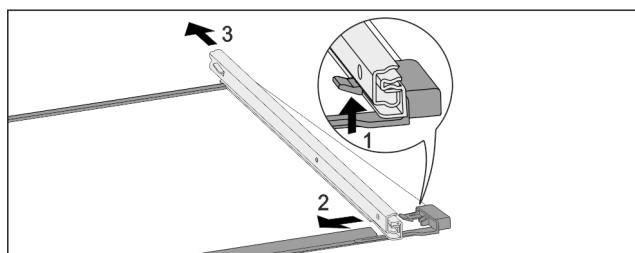

Fig. 142 Скляна пластина з рейками
- Натиснути передній гачок-фіксатор вгору. Fig. 142 (1)
- Виштовхніть виїзну рейку в сторону Fig. 142 (2) та назад Fig. 142 (3).